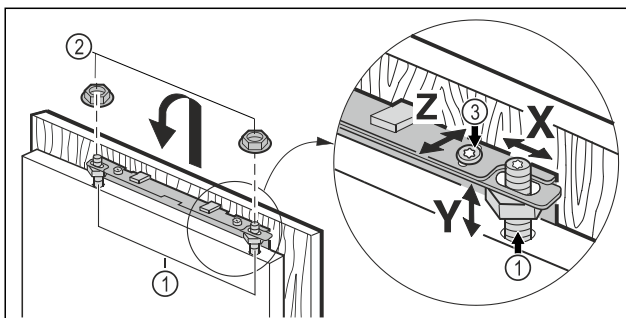

Fig. 18
- ▶ Möbeltür auf die Justagebolzen Fig. 18 (1) einhängen und Kontermuttern Fig. 18 (2) locker auf die Justagebolzen schrauben.
- ▶ Möbeltür in der Höhe Y und in der seitlichen Neigung ausrichten: Justagebolzen Fig. 18 (1) mit einem Schraubendreher einstellen.
- ▶ Kontermuttern Fig. 18 (3) anziehen.